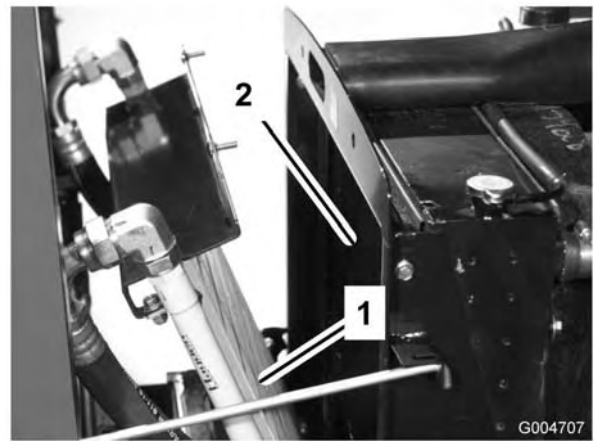

Bild 63
3. Kippen Sie den Ölkühler nach hinten. Reinigen Sie beide Seiten des Ölkühler- und des Wasserkühlerbereichs (Bild 63) gründlich mit Druckluft.